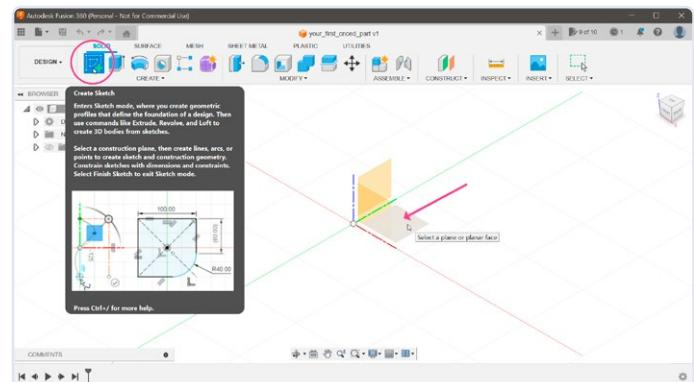

Figure 1. Premières étapes dans le placement de votre Sketch. (Source de toutes les photos : Autodesk)
- La première étape dans la création de n'importe quel modèle 3D est de commencer par un dessin 2D appelé Sketch (**figure 1**). Dans Fusion 360, cliquez sur le bouton *Create Sketch* dans la barre d'outils et sélectionnez un plan sur lequel vous allez placer le dessin. Comme notre boîtier sera extrudé de bas en haut, il est logique de placer le dessin en bas du plan dans l'espace 3D.